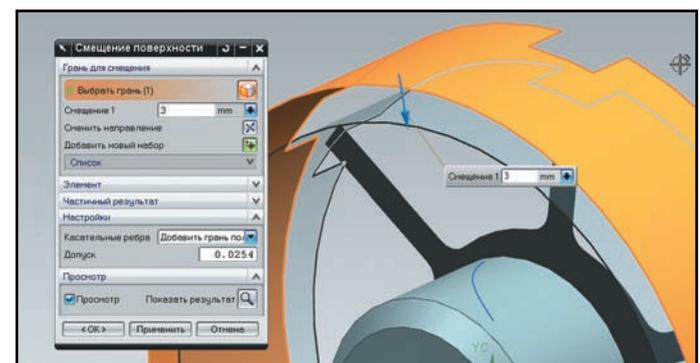

Рисунок 4.22. Создание офсетной поверхности
- На основе цилиндрической скопированной грани создайте офсетную поверхность на расстоянии 3 мм с помощью команды **Вставить > Смещение/Масштаб > Смещение поверхности (Insert > Offset/Scale > Offset Surface)** (рис. 4.22).